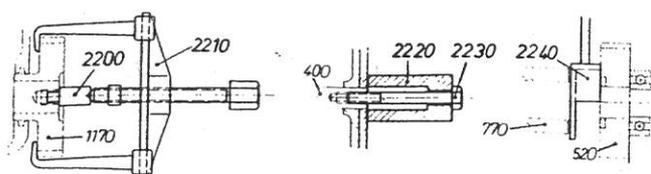

Abb. 9: Abziehvorrückungen
2. Gewindestift (403) lösen, Schraube (410) entfernen, Lagerbolzen (400) mit Schraube (2230) und Abziehhülse (2220) ziehen (siehe Abb. 9).
3. Herausnahme des montierten Schneckenrades (320) mit Rutschkupplung.
5. Nach Lösen der 4 Sechskantschrauben (220) zus.ges. Ständer (10) abziehen (bei RBo 144b).
6. Die 3 Zylinderschrauben (150) lösen und Läufer mit Lagerung und Schnecke herausnehmen.
7. Abnahme des Transportgetriebekastens (620). Dazu Transportrad, links (1170), mit Abziehvorrückung (2210) und Bolzen (2200) (siehe Abb. 9) abziehen. Nun die beiden Gewindestifte (753) entfernen und Kegelstifte (752) mit Abzieh-Hülse und Schraube ziehen. Nach Herausschlagen der Spannhülse (670) Griff (680) entfernen, Schrauben (750) lösen und Gehäuse abnehmen.
8. Abnahme des Sägelagerdeckels (780) mit Werkzeugwelle (850) nebst Lagerung (880) nach Abziehen des Transportrades, rechts (1210) und nach Lösen der Senkschrauben (790).
9. Herausnahme der Antriebswelle (490) nach Lösen der Sechskantmutter (600) und Abnahme des Rillenkugellagers (590) und der Schnecke (580) mit Kupplungshülse (570). Beim Herauspressen der Welle (490) ist zwischen dem Sägelager (770) und dem Stirnrad (520) der Gegenhalter (2240) (siehe Abb. 9) einzulegen, damit das Stirnrad (520) mit dem Rillenkugellager (550) abgeschoben wird.